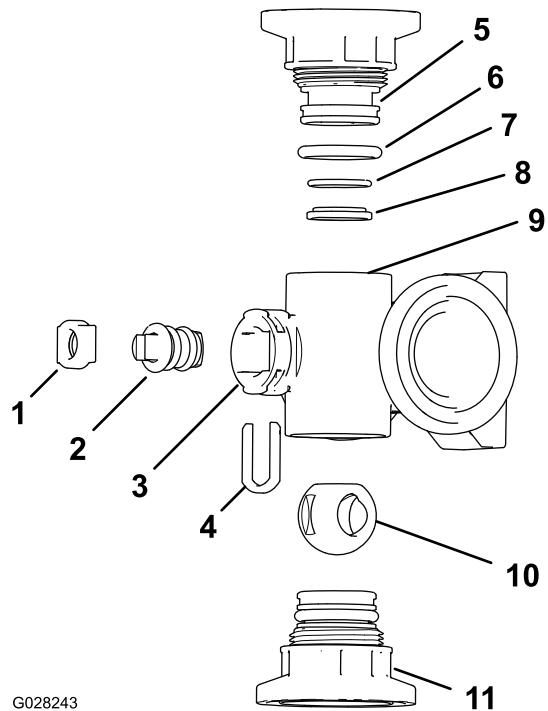
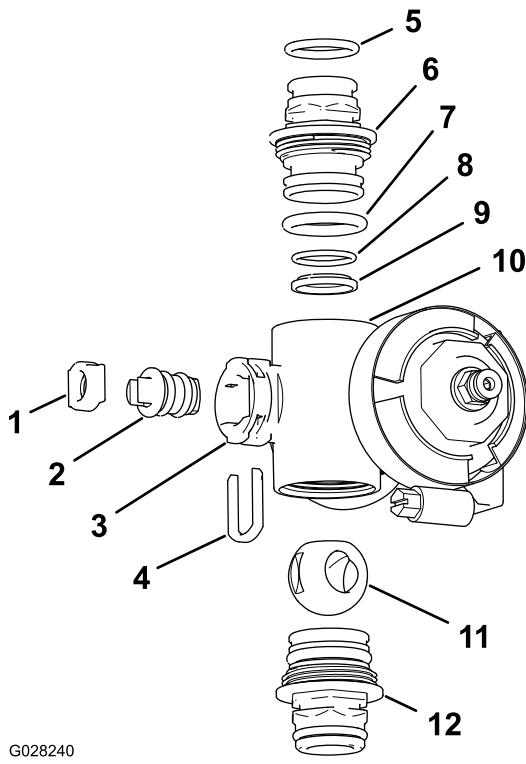

图118
图119
2. 从歧管体的两端拆下 2 个端盖接头组件 图118 和 图119。
4. 从岐管阀杆口的插槽中取下阀杆卡环 图118 和 图119。
5. 从岐管中取下阀杆卡环和阀杆座 图118 和 图119。
6. 将手伸入岐管体并取出阀杆组件 图118 和 图119。
1. 检查出口接头 O 形圈仅限喷洒臂段阀岐管、端盖 O 形圈、反向固定 O 形圈和球阀座是否损坏或磨损 图118 和 图119。
2. 为阀杆涂抹润滑脂然后将其插入阀杆座 图118 和 图119。
3. 将阀杆插入岐管并放好然后使用阀杆卡环固定阀杆和阀杆座 图118 和 图119。
4. 确保反向固定 O 形圈和球阀座对齐并在端盖接头中放好 图118 和 图119。
5. 将端盖接头总成安装到岐管体上直至端盖接头凸缘接触到岐管体 图118 和 图119 然后再将端盖接头旋转 $1\frac{1}{8}\frac{1}{4}$ 圈。